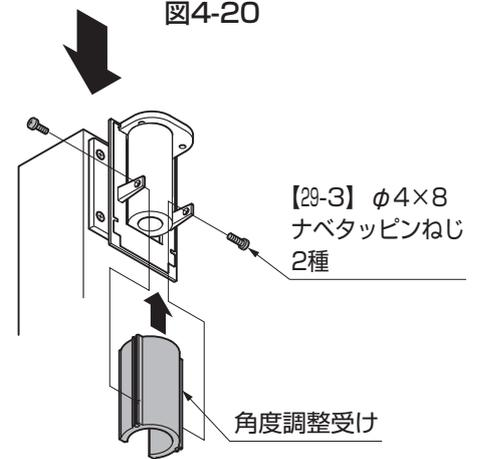

図4-21
- ⑤ 角度調整受けを角度調整部品Aにスライドしてはめ込み【29-3】で取付けてください。(図4-21参照)
- ⑥ 角度調整部材とフレームにフレーム取付金具を、【13-1】、【29-2】で取付けてください。